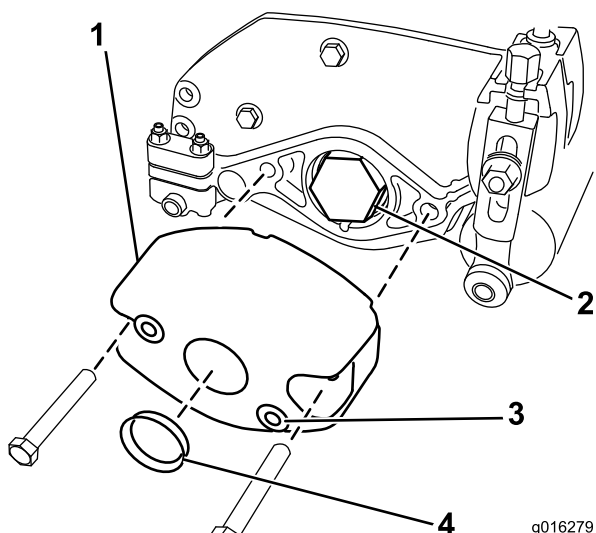

図3
2. カッティングユニットから、カウンタウェイトを固定しているボルトとカウンタウェイトを外す **図3** を参照。カウンタウェイト中央の大きい穴についているプラグを内側から外側へ押し出して外す。
5. カウンタウェイトをカッティングユニットに元通りに取り付ける取り外したボルトをもう一度使う **図3** を参照。